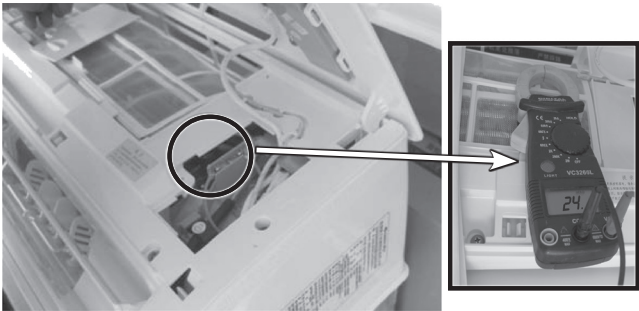

图 5-35 测量 2、3 端电压
4) 2 与 3 端通信电压为直流 24V，如图 5-35 所示。